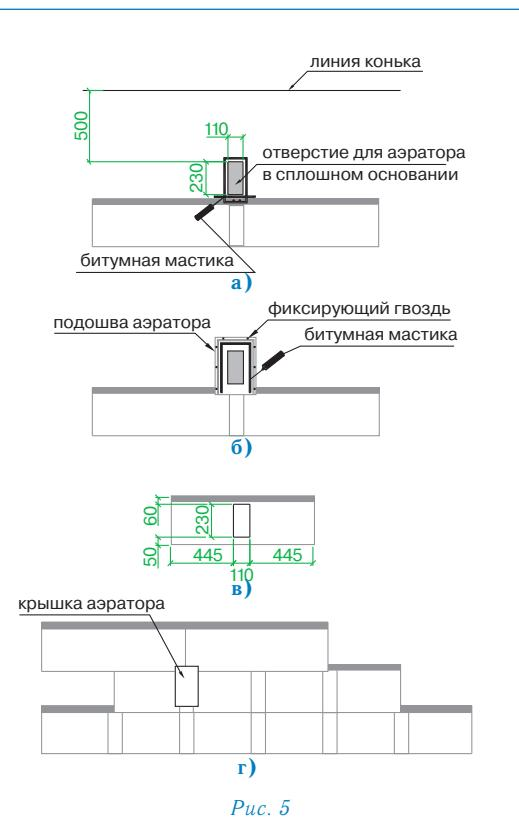

Рис. 5
### Установка аэратора (рис. 5)
- В сплошном основании кровли прорезается отверстие 11–23 см, расположенное согласно рис. 5а;
- корпус аэратора устанавливается поверх отверстия и фиксируется гвоздями из нержавеющей стали; по верхней и боковым сторонам подошвы корпуса также наносится битумная мастика (рис. 5б);
- далее укладывается очередной ряд черепицы; подошва аэратора при этом закрывается листом с заранее прорезанным в нем отверстием (рис. 5в);
- на корпус аэратора устанавливается крышка, которая фиксируется нажатием (до щелчка) (рис. 5г).
## Конек (рис. 5)
- Верхний ряд черепицы ПРЕСТИЖ ВЕРСАЛЬ ЦИНК-ТИТАН доводится до линии конька (ребра), выступающие части листов обрезаются (рис. 5а);
- линии коньков и ребер герметизируются специальной самоклеящейся лентой «Топ-ролл» (рис. 5б);